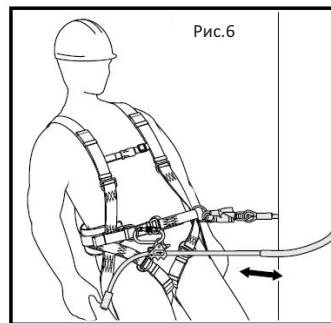

Рис.6
- Используя регулятор стропа, отрегулируйте длину и натяжение стропа для обеспечения стабильного рабочего положения или ограничения перемещения (рис. 6, 7, 8).